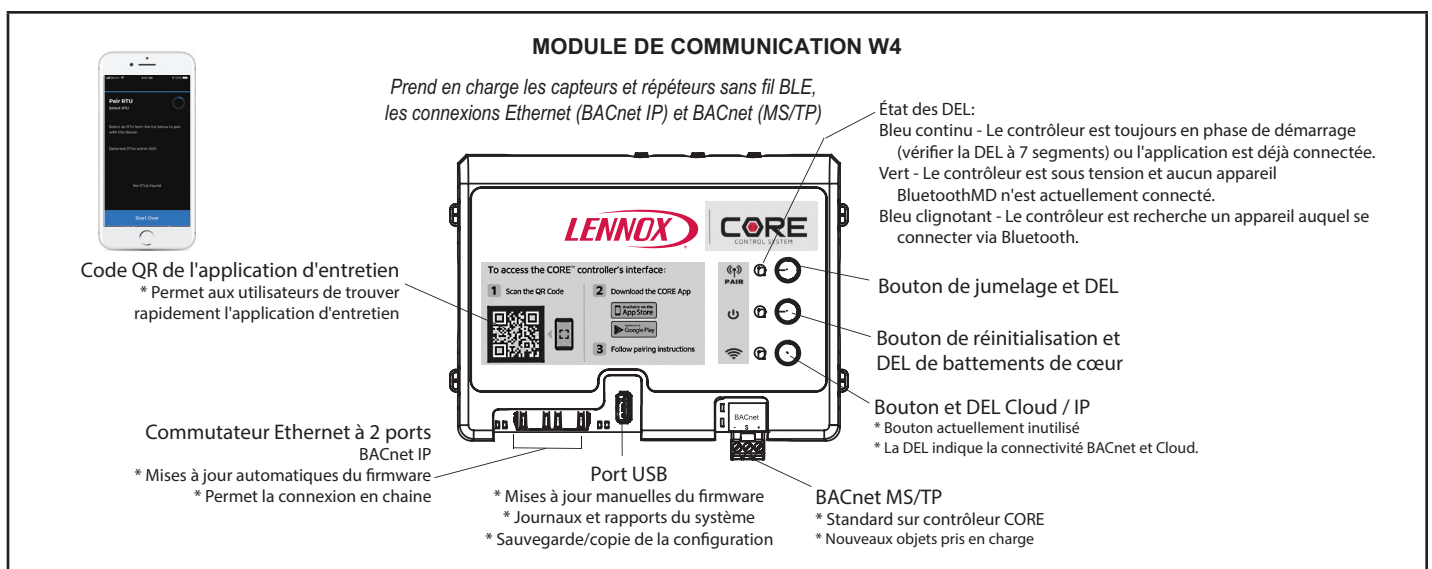

FIGURE 20
- 2 - Appuyer sur le bouton de jumelage et le maintenir enfoncé pendant 5 secondes. Voir la figure 20.